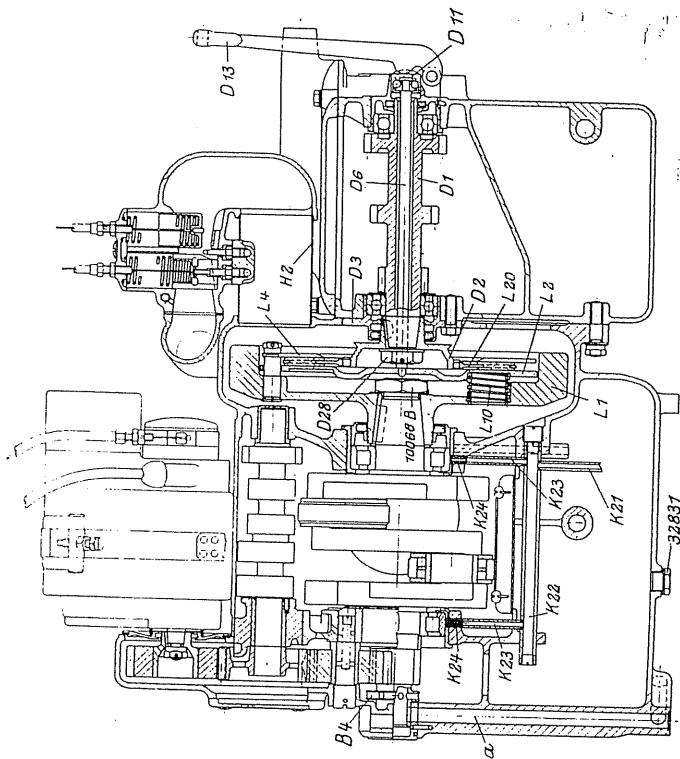

Abb. 9.
7. Entlüftung: Die Entlüftung des Kurbelgehäuses ist durch einen mit dem Antriebsrad für Steuerung verbundenen Drehschieber B 4 (Abb. 9) gesteuert, der von dem vorderen Kurbelwellenende aus angetrieben wird, sodaß der im Motorgehäuse durch das Einwärtsgehen der Kolben entstehende Überdruck durch die in das Gehäuse eingegossene Leitung a ins Freie geführt wird. Auf diese Art wird im Motorgehäuse ein geringer Unterdruck erzielt, der ein Austreten von Öl an den Trennfugen des Motorgehäuses wirksam verhindert.
10. Kupplung: Als Kupplung dient eine in Abb. 9 im Schnitt gezeigte Einscheibenkupplung. Der treibende Teil ist das Schwungrad L 1, das auf dem Konus der Kurbelwelle aufgelegt und durch Mutter 10168 B gesichert ist. Sechs auf der Scheibe des Schwungrades sitzende Kupplungsfedern L 10 liegen mit ihrem anderen Ende in Vertiefungen eines Drucktellers L 2 und pressen diesen gegen eine beiderseitig mit Reibbelag versehene Kupplungsplatte L 20. Hierdurch drückt letztere gegen die nicht verschiebbare Schlußscheibe L 4 und nimmt diese bei der Drehung des Motors mit. Die Kupplungsplatte L 20, die auf der Kupplungsklaue D 2 sitzt, überträgt somit die Drehung auf die Hauptwelle D 1 des Getriebes.
Der Betätigungshebel für die Kupplung befindet sich am Ende des linken Lenkergriffes (Abb. 24) und wirkt durch einen Bowdenzug auf den am Getriebeende des Motorblockes befindlichen Kupplungshebel D 13 (Abb. 9). Das Ausrücken der Kupplung und somit Unterbrechung der Kraftübertragung auf das Getriebe erfolgt durch Anziehen des Betätigungshebels am Lenker, wodurch der Druckteller L 2 von der Kupplungsplatte L 20 durch die Druckstange D 6 abgehoben wird.
Beim Einfüllen des Öles in das den Ölbehälter bildende Kurbelgehäuse verfähre man stets mit besonderer Sorgfalt, damit keine Unreinigkeiten in die Oldüse gelangen und diese verstopfen. Der Einfülltrichter muß mit einem engmaschigen Siebe oder einem Filter versehen sein und die Einfüllung bis zur oberen Ringmarke des Ölstandprüfstabes vorgenommen werden. Nach etwa 300, 600, 1000 und dann alle 1000 km Fahrt ist das ganze Öl aus dem Gehäuse abzulassen und durch neues zu ersetzen (vgl. auch Abb. 1). Zum Ablassen des verbrauchten Öles entferne man die am Boden des Motorgehäuses befindliche Verschlussschraube 32831 (Abb. 9) mittels des dem Werkzeuge beigegebenen Schlüssels, worauf das Öl abfließt. Den Ölseihner reinige man bei dieser Gelegenheit durch Auswaschen mit Benzin.